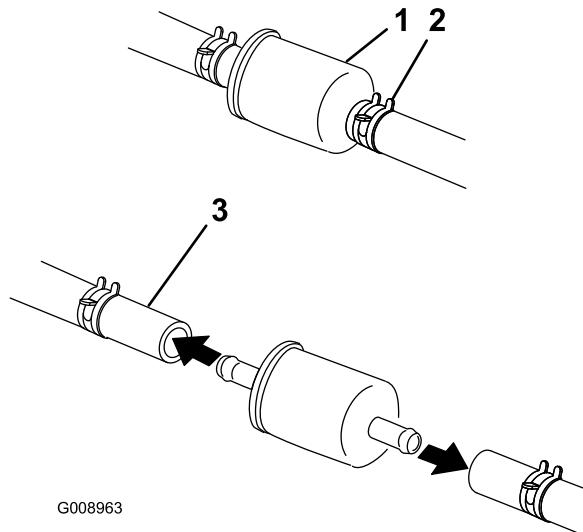

Figure 56
4. Fermez le robinet d'arrivée de carburant situé sous le siège (Figure 56).
- 5. Pincez les extrémités des colliers et faites glisser ceux-ci pour les éloigner du filtre (Figure 56).
- 7. Posez un filtre neuf et rapprochez les colliers de fixation des conduites du filtre (Figure 56).